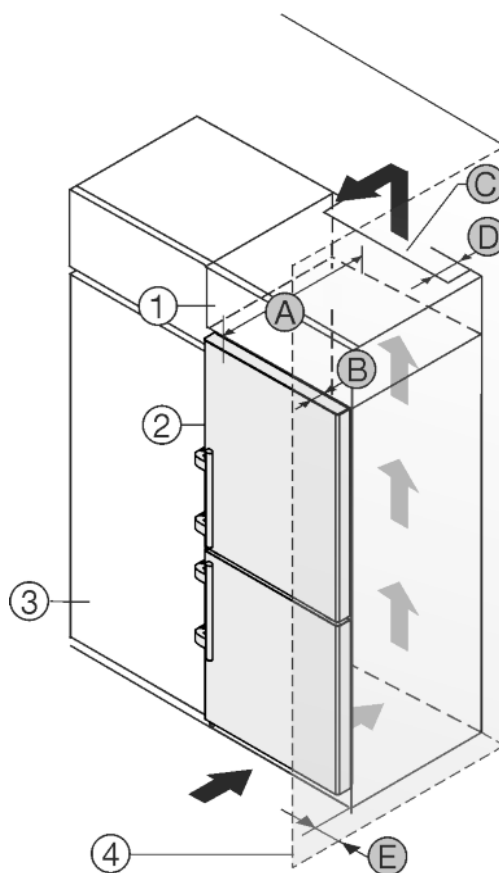

Fig. 12
Пристрій можна комбінувати з кухонними шафами. Для того, щоб пристрій Fig. 12 (2) вирівняти по висоті кухонної секції, на пристрій можна встановити антресольну секцію Fig. 12 (1).
Пристрій можна встановлювати безпосередньо поряд з кухонною шафою Fig. 12 (3). Для повного відкриття дверей пристрій повинен виступати на глибину Fig. 12 (B) відносно передньої панелі кухонної шафи. Залежно від глибини кухонних шаф та використання пристінних розпірок пристрій можна встановити так, щоб він виступав вперед.
- Під стелею приміщення слід дотримуватися поперечного перерізу вентиляційного відведення повітря *Fig. 12 (C)*.
Якщо пристрій з шарнірами встановлюється поряд зі стінкою *Fig. 12 (4)*, то між пристроєм та стінкою слід додержуватися відстані *Fig. 12 (E)*. Це відповідає виступу ручки при відкритих дверцятах.